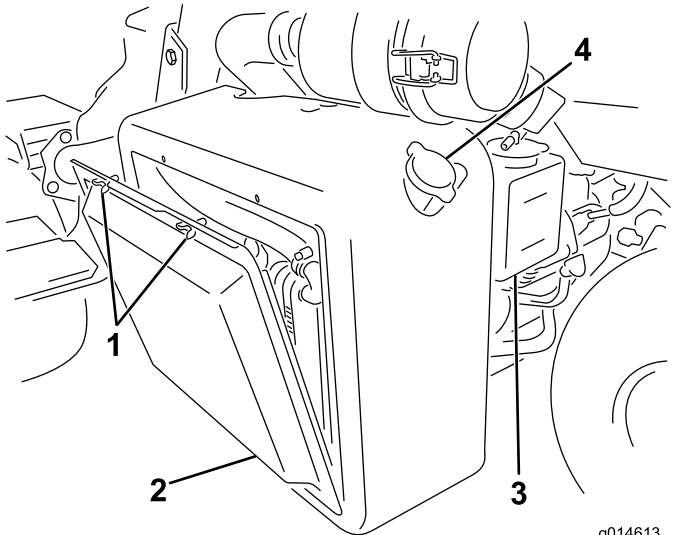
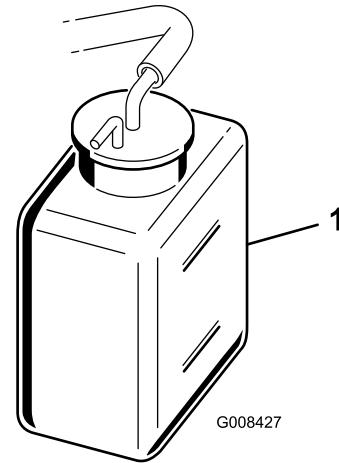

図 47
図 48
1. ラジエーターのスクリーンを外す 図 47。
2. 冷却液の量を点検する 図 47 と 図 48。